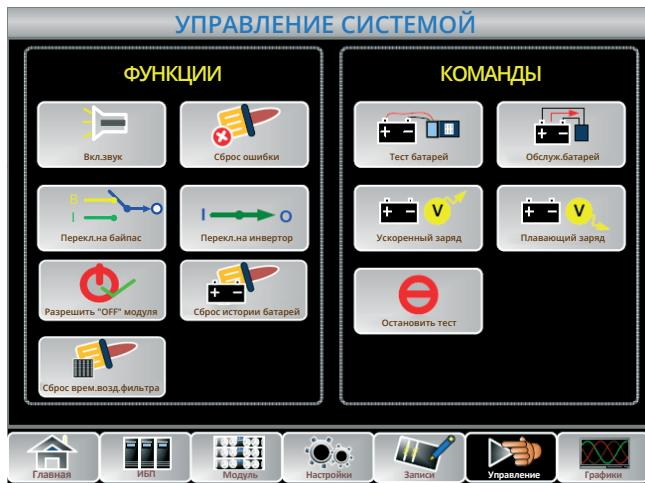

Рис. 5-3: Техническое обслуживание аккумулятора
1. Ручной тест разряда АКБ. Войдите в меню «Operate», изображенное на Рис. 5-3, и коснитесь значка «Battery Maintenance» , система переключится в режим работы от батареи для разряда. Процесс разряда прекратится, когда уровень заряда батарей достигнет 20 % или напряжение АКБ достигнет нижнего допустимого предела (1,1*EOD). Пользователь может остановить тестирование, коснувшись значка «Stop Test»  .